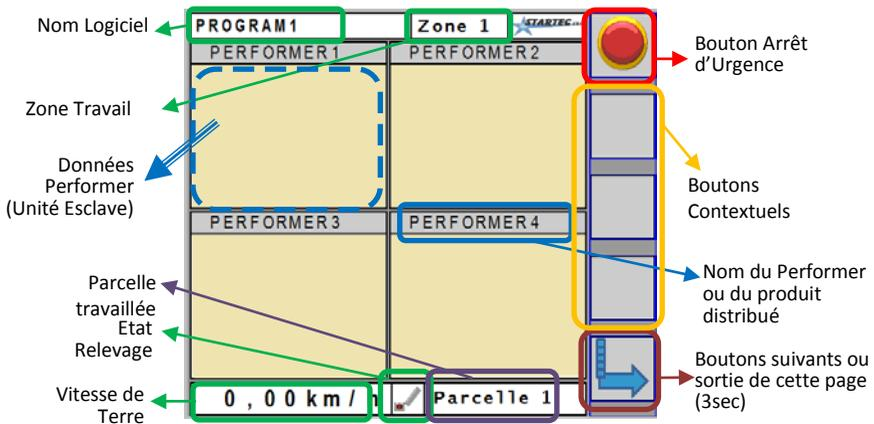

Figure 4: Description des champs dans la page de travail
- *FIGURE 4: DESCRIPTION DES CHAMPS DANS LA PAGE DE TRAVAIL*.12
Nom du Performer: c'est le nom que l'on utilise dans l'aire de travail du Performer (voir Figure 4 au paragraphe 3.1). Le nom a une fonction purement descriptive et peut simplement indiquer le type de produit distribué ou le numéro de l'Unité Esclave.